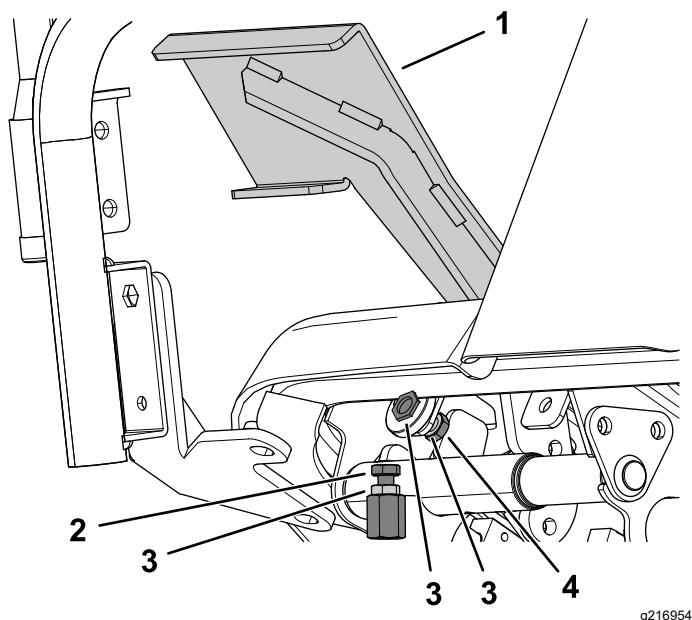

Figura 96
1. Deplasați maneta de traciune complet în faă (Figura 96).
- A. Folosind o cheie, susinei opritorul pedalei de traciune pentru deplasare în faă i slăbii contrapiulița din partea din spate a suportului (Figura 96).
- B. Deplasați pedala de traciune în poziia dorită (Figura 96).
- C. Reglai contrapiulița din spate a suportului până când opritorul pedalei de traciune atinge pedala de traciune (Figura 96).